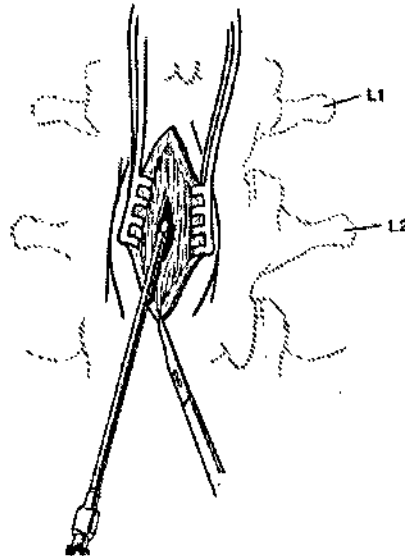

FIGURA 23
1. Realice una incisión longitudinal de aproximadamente 3 a 7 cm de longitud a la profundidad del ligamento intervertebral centrado sobre la aguja o la guía Introde. Tenga mucho cuidado para no cortar el Introde o la propia derivación (ver Figura 23).